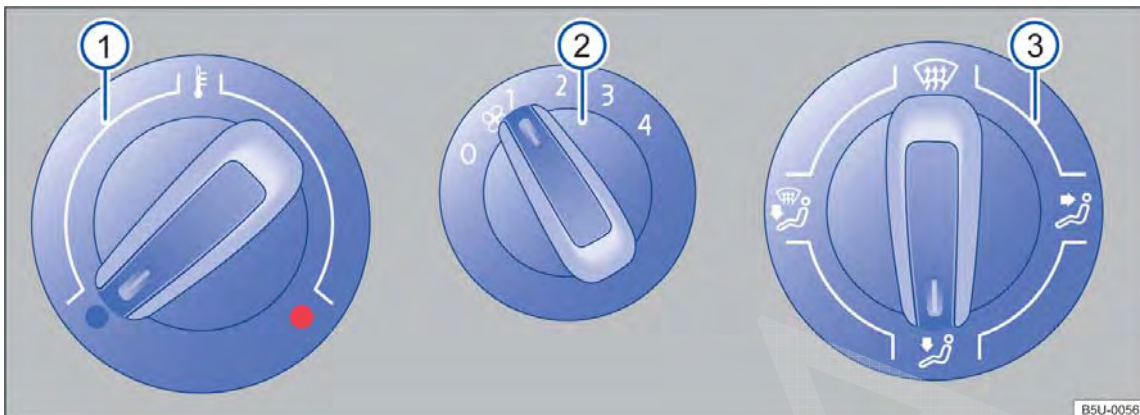
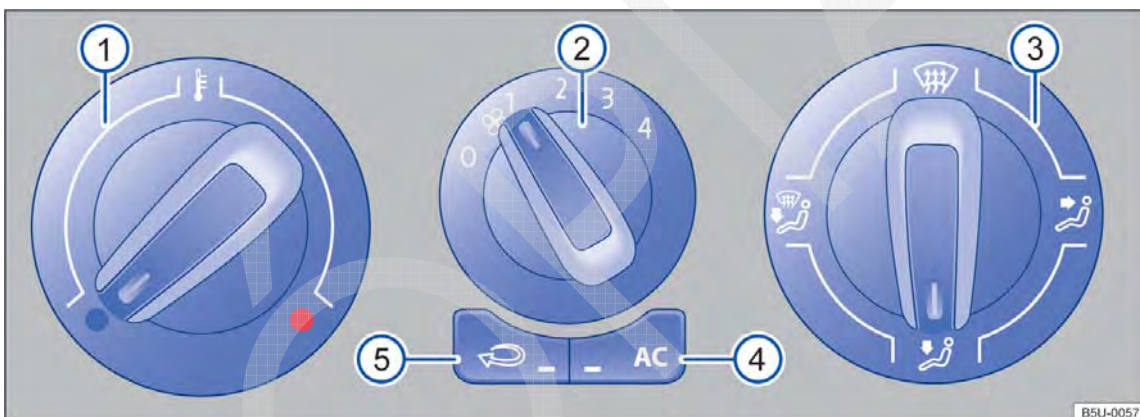

Fig. 121 No console central: comandos do sistema de ventilação e aquecimento.
Fig. 122 No console central: comandos do ar-condicionado.
Botão, regulador Informações complementares do sistema de ventilação e aquecimento → Fig. 121 e ar-condicionado → Fig. 122.
- Em veículos com sistema de aquecimento, colocar o regulador da temperatura → Fig. 121 ① totalmente para a direita, para a posição máxima de aquecimento.
- Colocar o regulador de distribuição de ar ③ na posição 🌀.
- Colocar o ventilador ② no nível 3 ou 4.
- Colocar o regulador da distribuição de ar → Fig. 122 ③ para a posição , nesta posição o modo de recirculação de ar não pode ser acionado.
- Colocar o regulador da temperatura ① na posição desejada.